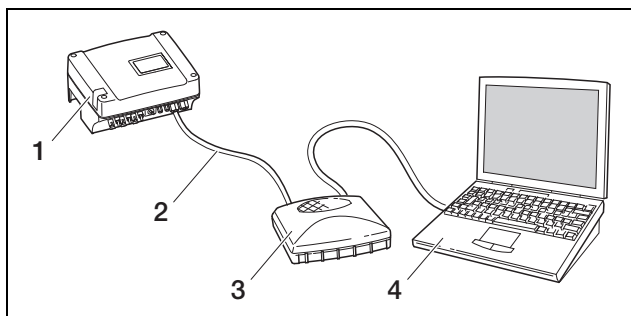

Figura 29: Conectar el inversor y el ordenador con cables Ethernet y switch
- b) mediante una red local (switch/hub/router y cable Ethernet, véase la figura 29).